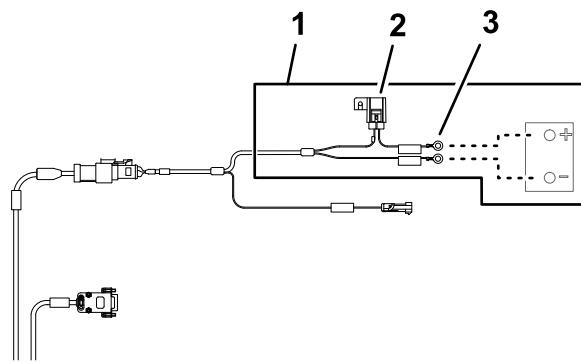

**Bild 207**
2. Öffnen Sie den Verriegelungshebel der Schnellanschlussklemme mit dem schwarzen Hebel (Bild 207).
4. Schließen Sie den Verriegelungshebel der Schnellanschlussklemme (Bild 207).